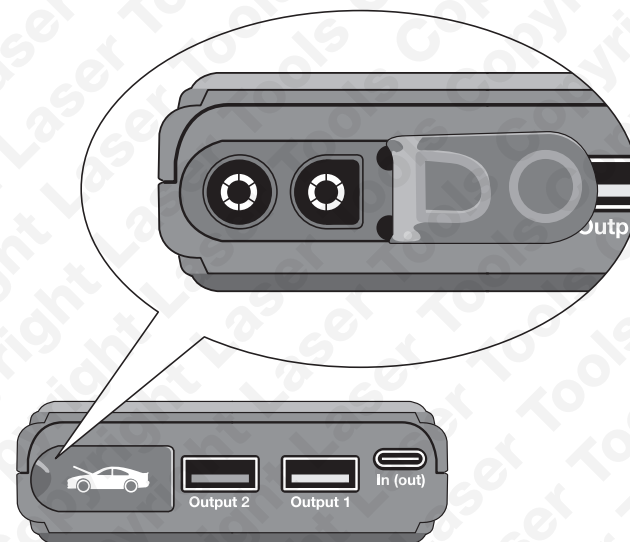
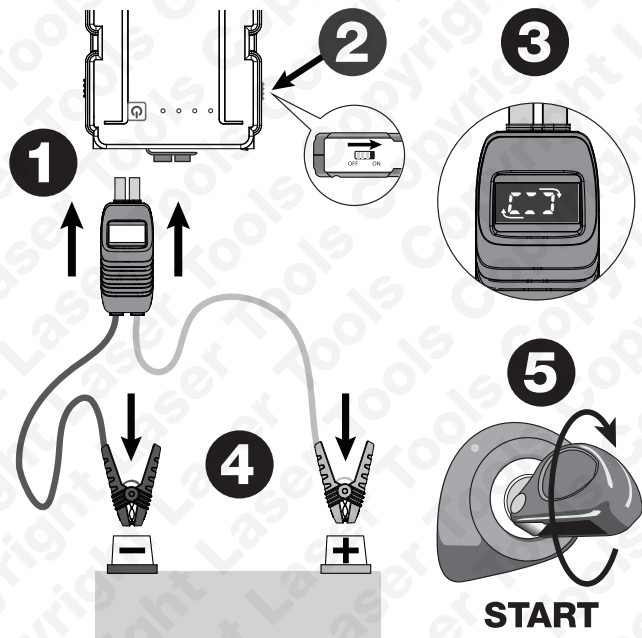

Fig 3
Fig 4
3. Zie **Afbeelding 3** en **4**. Verwijder de afdekking van de starthulppoort (4) en sluit de kabelklemadapter stevig aan.
4. Zet de AAN/UIT-knop (1) op ON (AAN)
5. Het LED-scherm toont een display dat naar rechts draait (stap 3 in **Afbeelding 4**); het apparaat is gereed.